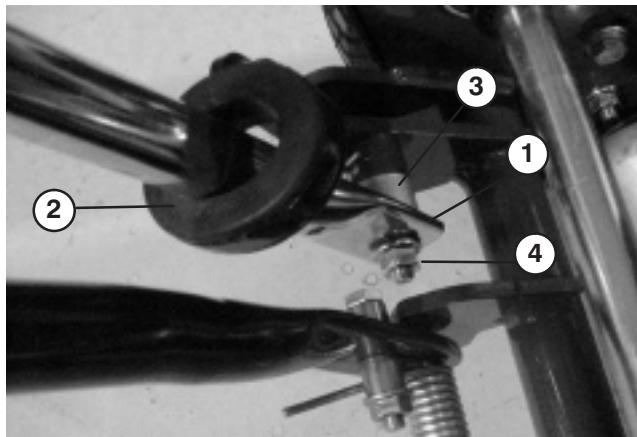

Figure 4
2. Introduisez les extrémités du mancheron dans les fentes des bras de support (Fig. 4).
3. Poussez les extrémités du mancheron vers l'intérieur et engagez-les sur l'épaulement de l'axe de pivot (Fig. 4).
4. Fixez le mancheron à la vis de montage et à l'axe de pivot avec le contre-écrou à collarette (Fig. 4).